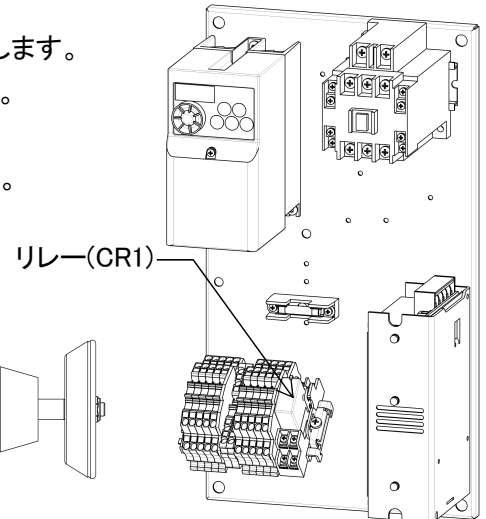

図 8-14
3) 排水弁の動作確認 (図 8-14、15)
- ・ ⑮蝶ナットを緩め、⑮掃除口フタと⑮掃除口フタパッキンを外します。